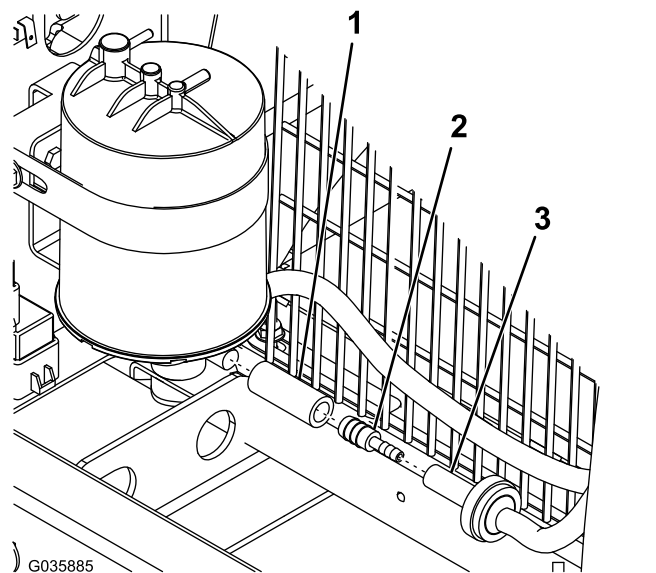

Рисунок 7
7. Присоедините переходник шланга и короткий шланг к встроенному топливному фильтру и закрепите его на нижней части фильтра с угольным элементом (**Рисунок 7**).